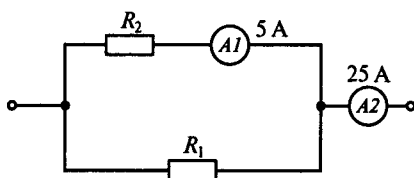

Рис. 29
**1.43.** Каково сопротивление  $R_2$  на рис. 29 при  $R_1 = 3$  Ом и показаниях амперметров, указанных на схеме?